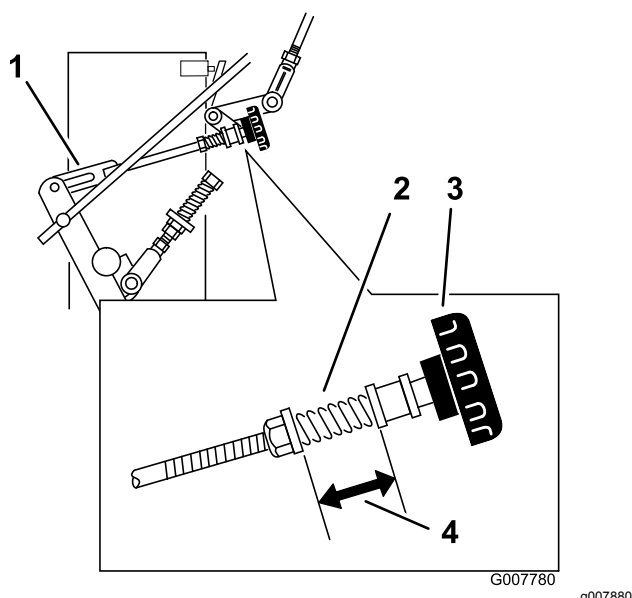

Figure 38
ce que la roue commence à tourner en avant (Figure 38).
4. Tournez le bouton dans le sens horaire 1/4 de tour à la fois. Déplacez ensuite le levier de commande de vitesse en avant et ramenez-le à la position POINT MORT. Répétez cette opération jusqu'à ce que la roue droite arrête de tourner en avant (Figure 38).
6. Le ressort qui maintient la tension sur le bouton n'a normalement pas besoin d'être réglé. Toutefois, si un réglage est nécessaire, réglez la longueur du ressort à 26 mm entre les rondelles (Figure 38).
7. Réglez la longueur du ressort en tournant l'écrou situé à l'avant du ressort (Figure 38).